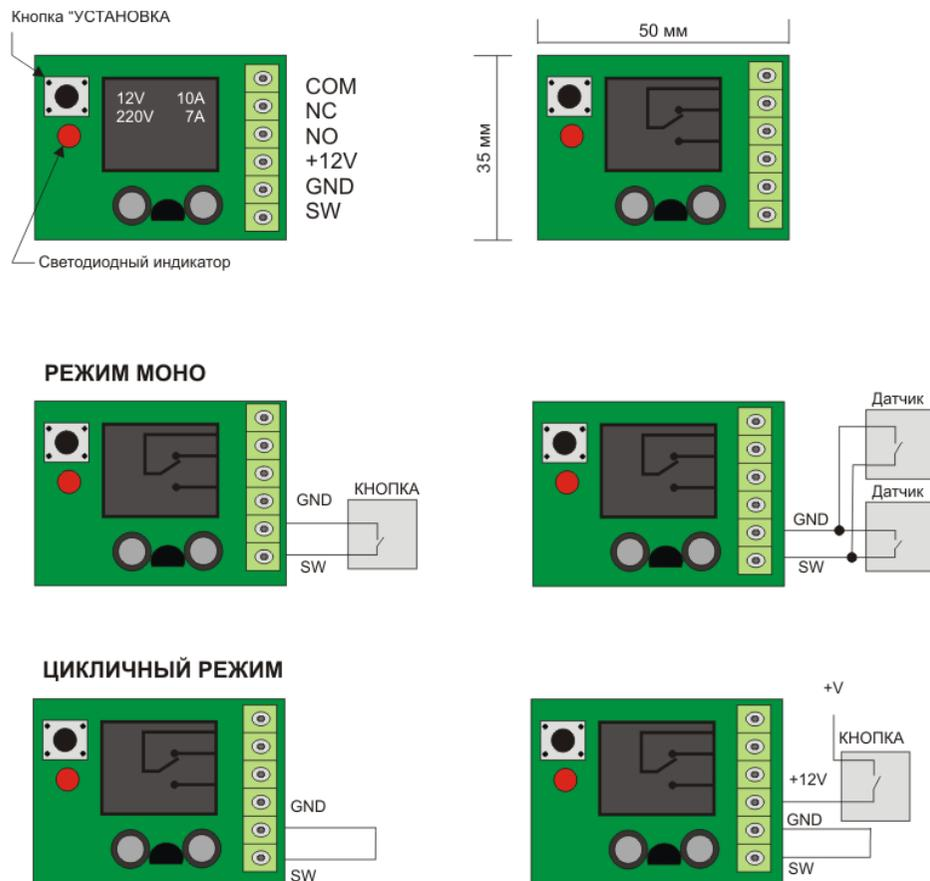

Рис. 1. Схема подключения SOKOL-TM
- Режим моно таймера – поле каждой подачи управляющего сигнала «-» на вывод SW(рис. 1), таймер отмеряет время удержания замыкая контакты реле;
- Режим мульти таймера(циклический режим) – для перехода в циклический режим, необходимо снять питание с устройства. Соединить вывод SW с выводом GND(рис. 1). Подать питание SOKOL-TM, после 5с, устройство подаст 6 коротких импульсов и запустит циклический режим, замкнув контакты реле на время удержания. После окончания времени удержания, контакты реле разомкнутся и таймер отсчитает время задержки. Далее цикл повторится.